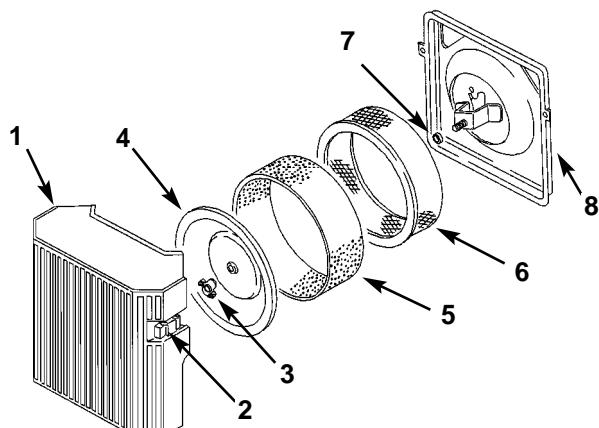

Figure 17
3. Pulite attorno al filtro dell'aria per impedire che lo sporco entri nel motore, danneggiandolo. Togliete la manopola e il coperchio del filtro dell'aria (Fig. 17).
4. Togliete delicatamente il filtro di spugna dal filtro di carta (Fig. 17)
5. Svitate il dado di gomma e togliete il filtro di carta (Fig. 17).
1. Mettete delicatamente il filtro di spugna sopra il filtro di carta (Fig. 17).
2. Inserite il filtro dell'aria al completo sull'asta lunga. Ora avvitate con le dita il dado del coperchio il filtro dell'aria (Fig. 17).
3. Montate il coperchio del filtro dell'aria e la manopola (Fig. 17).